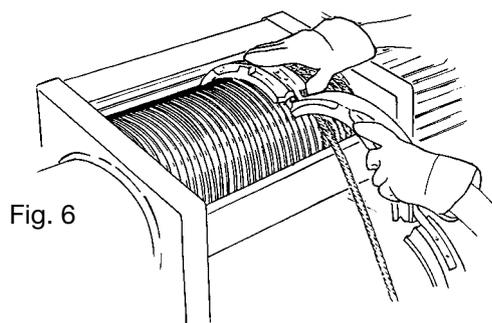

Fig. 6
**Montage du collier de guidage du câble :** introduire le collier de guidage du câble (Fig. 6) en le mettant en position dans les rainures du tambour.